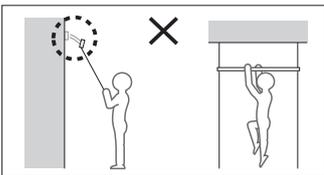

図5
- 製品を故意に強く引張ったり、揺らしたりすると吊り元が破損したり展示物が落下する恐れがあり大変危険です(図5)。お様が遊んだりしないようご注意ください。
- 人が乗ったり、ぶら下がるなどの人命に関わる用途には絶対に使用しないでください(図5)。